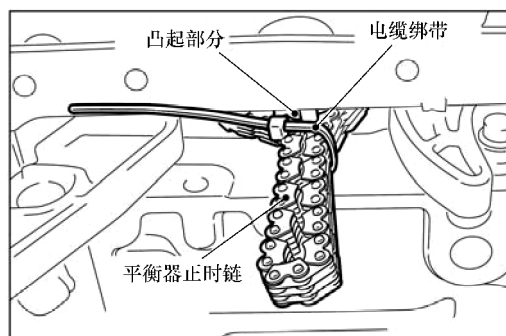

图 9-15 绑住平衡器正时链
8) 拆下平衡轴和机油泵模块以后，使用电缆绑带将平衡器正时链绑在图 9-15 所示的凸起部分，以避免平衡器正时链从曲轴链轮上发生跳齿。